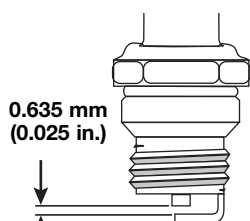

Fig. 38
2. Suelte el gatillo del regulador y deje que el motor funcione en mínima. Si el motor se para, inserte un destornillador Phillips pequeño en el orificio de la cubierta del motor (Fig. 38). Gire el tornillo de mínima hacia adentro, en sentido horario, de a 1/8 de vuelta por vez (según sea necesario) hasta que el motor funcione en mínima suavemente.
4. Cambie las bujías que estén rajadas, sucias o deterioradas. Fije la separación de aire a **0,635 mm (0,025 pulgadas)** utilizando un calibrador (Fig. 38).